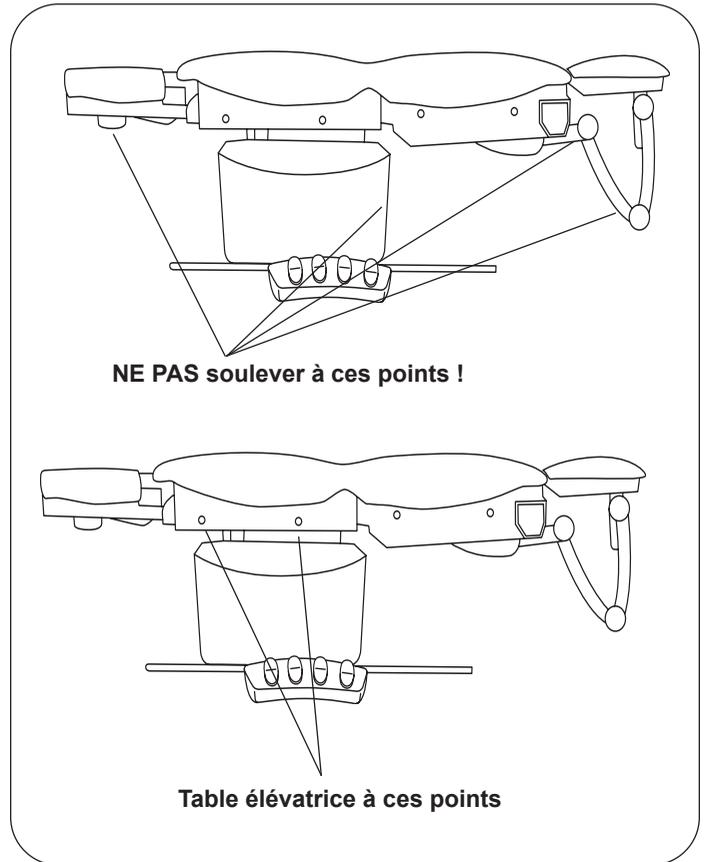

Figure 3. Points de levage de la table
Pour éviter d'endommager le coussin ou les surfaces peintes de la table, n'utilisez pas de couteau ni d'objet pointu pour ouvrir l'emballage. De plus, pour éviter d'endommager la table, soulevez-la uniquement aux points indiqués sur la Figure 3. Ne soulevez pas la table aux autres points indiqués sur les Figures 3 et 4.
2. Retirez la table du patin de transport en la faisant glisser par l'avant. Veillez à soulever la table aux bons endroits, comme indiqué sur la Figure 3. Positionnez la table à l'emplacement souhaité dans la pièce.